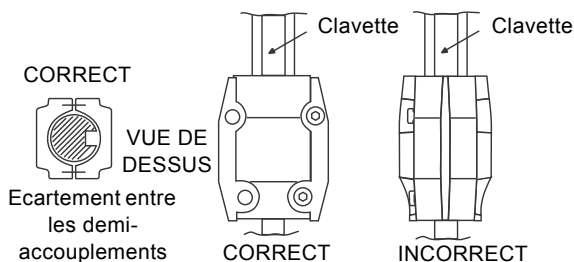

Fig. 16 Réglage accouplement pour tous les CR, CRI, CRN, CRT
3. Fixer les vis de l'accouplement, sans les serrer. Contrôler que l'écartement est le même de chaque côté de l'accouplement et que la rainure de clavette de l'arbre moteur est centrée dans le demi-accouplement, comme indiqué à la fig. 16.
4. Fixer les vis de l'accouplement, sans les serrer. Contrôler que l'écartement est le même de chaque côté de l'accouplement et que la rainure de clavette de l'arbre moteur est centrée dans le demi-accouplement, comme indiqué à la fig. 16.
Précautions *Pour éviter d'endommager les demi-accouplements, s'assurer que la rainure de clavette de l'arbre moteur est centrée dans le demi-accouplement, comme indiqué sur la fig. 16.*
4. Lubrifier les vis de l'accouplement avec un composé lubrifiant et antigrippage. Serrer les vis de l'accouplement (manuellement) tout en maintenant l'écart d'accouplement égal de chaque côté et la rainure de clavette de l'arbre moteur centrée dans le demi-accouplement, comme indiqué sur la fig. 16. Lorsque les vis sont suffisamment serrées pour maintenir les accouplements en place, serrer les vis en diagonale.